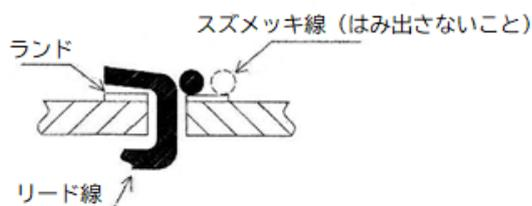

図11 抵抗とリード線との接
- ⑧ 抵抗等のリード線とスズメッキ線を接続する場合は、図11のようにランドの中央寄りで接続するものとし、ランドの外周をはみ出さないこと。